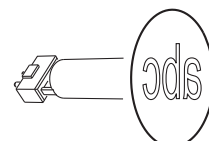
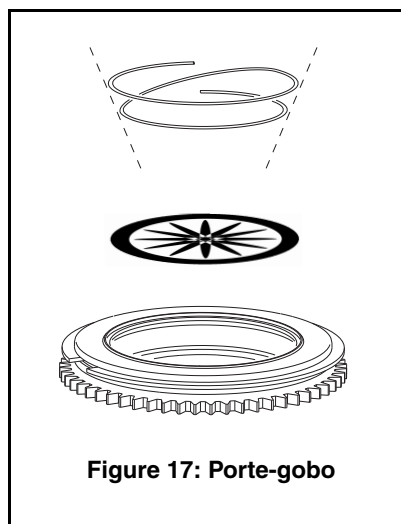

Figure 13. Orientation correcte des gobos
Figure 17: Porte-gobo
Les orientations des gobos données en Figure 13 sont correctes dans la plupart des cas mais, au moindre doute, consultez votre revendeur Martin® ou votre fournisseur de gobos pour plus de précision sur l'orientation d'un type de gobo spécifique.
L'orientation des gobos est critique. Consultez les explications de la Figure 13 avant d'installer un gobo.
8. Voir Figure 17. Avec un petit tournevis plat, décoinchez l'extrémité du ressort de rétention par l'extrémité la plus éloignée du gobo et retirez le ressort. Dégagez le gobo et déposez-le sur une surface propre et douce.
9. Insérez le nouveau gobo dans le porte gobo, la face allant vers les LEDs, la plus réfléchissante, tournée vers le haut du ressort (voir Figure 17 et Figure 13).
11. Insérez le ressort dans le porte gobo, côté le plus fermé vers le gobo comme indiqué en Figure 17. Pour identifier le côté le plus fermé, aplatissez le ressort : le côté fermé est au centre. Coincez l'autre extrémité sous la lèvre du porte gobo.